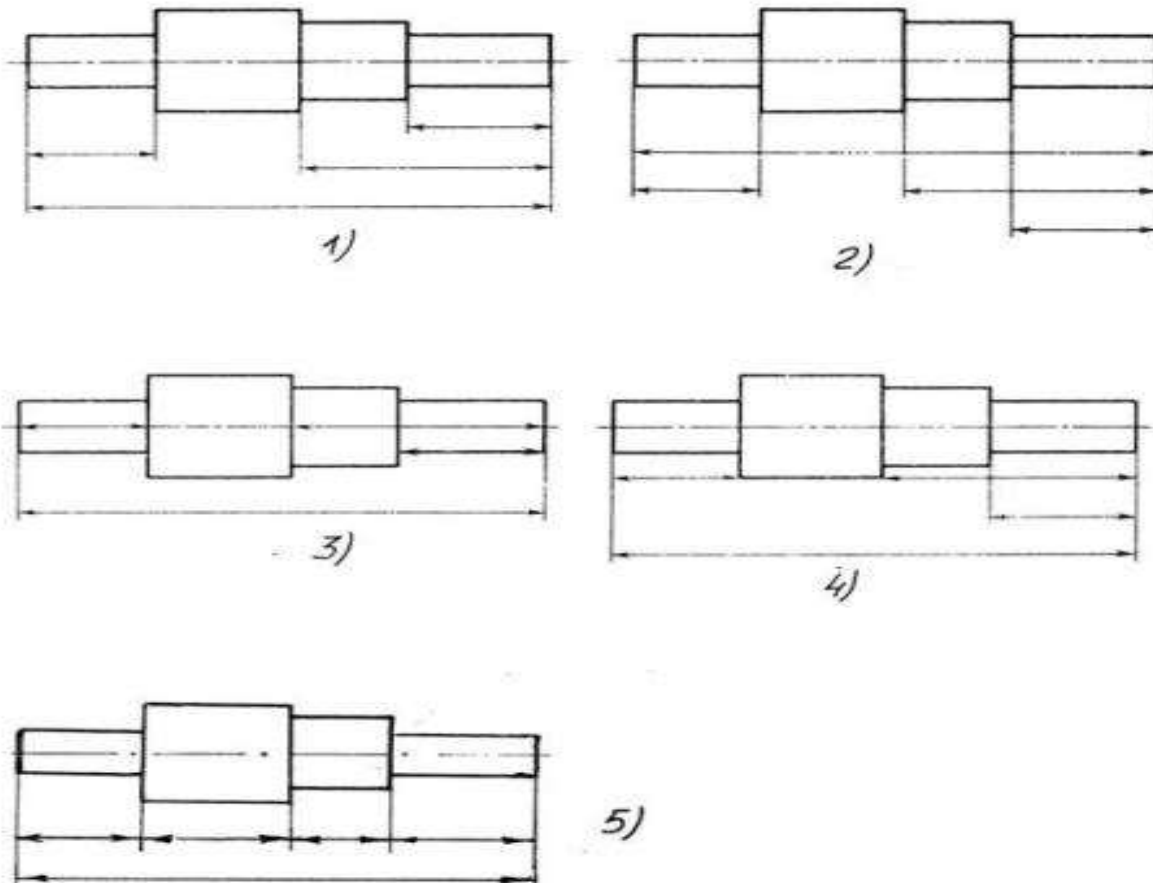

Рис.1
15. На (Рис. 1) показаны шрифты правильных и ошибочных расположений размерных линий.